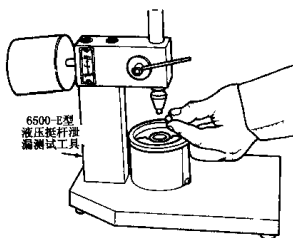
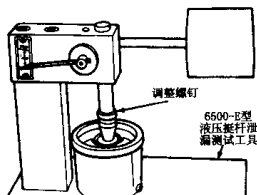

图 1-6
图 1-7
(2) 将挺杆放到测试仪上，柱塞面朝下。将测试液倒入到杯中使挺杆装置全部浸没：测试液可以从生产测试仪厂家购买，如用煤油或其他液体，测试结果将不准确，如图 1-6 所示。
(3) 将测试仪上直径为 7.94mm (5/16in) 的钢球放入柱塞塞盖。
(4) 当压头接触挺杆时，调整压头长度使之在起始标志以下 59mm (1/16in)，并把它作为压头起始标志，用压头上的中心标志作为终止标志，如图 1-7 所示。